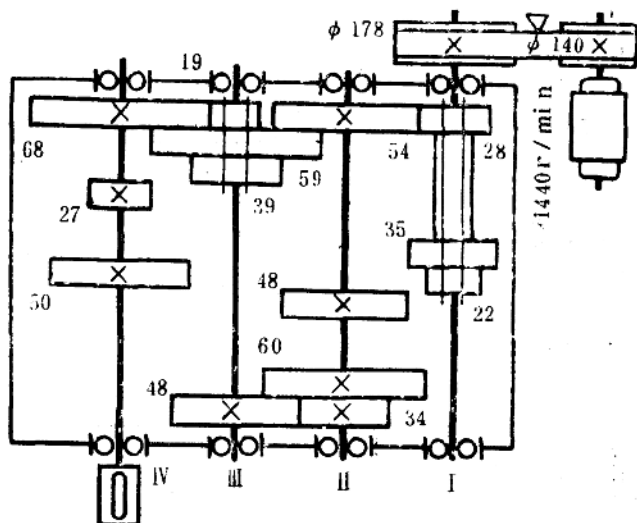
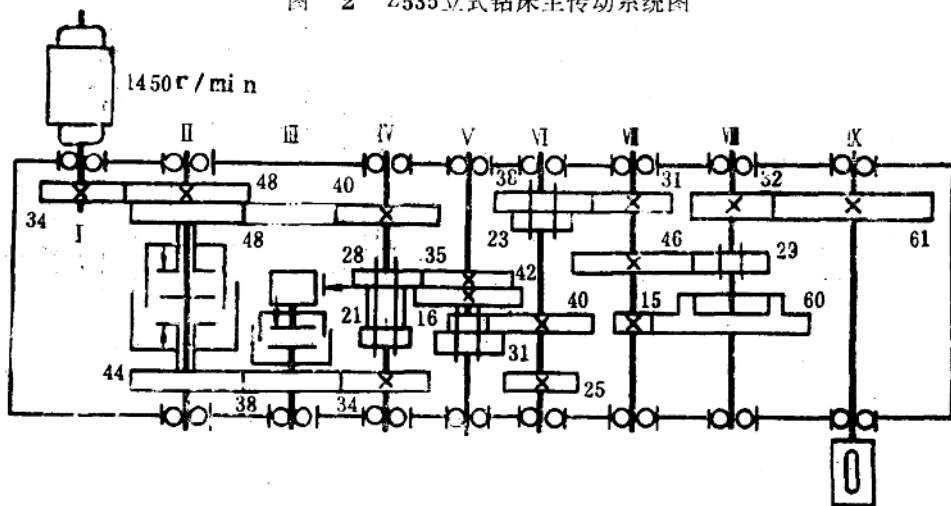

图 2 Z535立式钻床主传动系统图
图 3 Z3080摇臂钻床主传动系统图
16. 按图 2、图 3 的传动系统图，求这两台机床主轴的最高、最低转速、主轴转速级数，分析并比较这两个主运动链的特点。